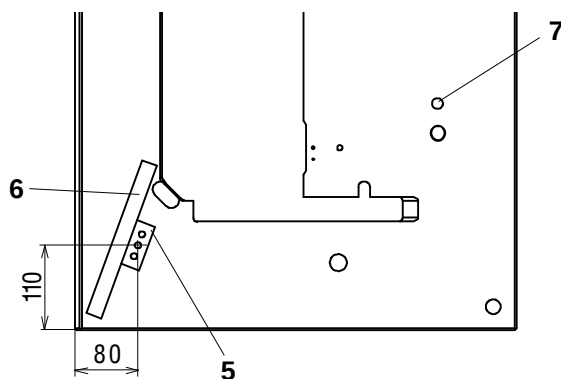

Fig. 8
5.1.1 Montage de la tête de la machine sur le bâti (Fig. 8)
La tête de la machine est toujours munie des charnières montées et d'une tôle inférieure de recouvrement, qui sert seulement au transport de la machine. N'oubliez pas d'enlever le plateau avant de mettre la tête de la machine sur son bâti. Placer la tête de la machine dans la plaque du bâti. Mettre la cheville d'appui, qui est incluse dans l'accessoire de la machine, dans le trou (7, Fig. 8).
Sortir la goupille d'appui hors de la table de machine (Fig.8, pos. 7), insérer les chapeaux (7) dans les trous.